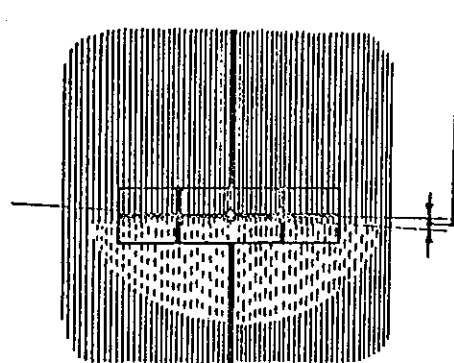

FIG. 2 Feux code
- Allumer les feux code et, l'enjoliveur inclinaison admissible de la limite enlevé, en régler l'orientation (agissant sur les vis de réglage du projecteur) de façon que la projection sur l'écran de la limite supérieure du faisceau lumineux vienne se situer sur l'axe central horizontal de l'écran ou légèrement au-dessous (voir fig. 2-p. feux asymétriques voir feuille 3). Cette opération peut être plus facile en observant le mesureur d'intensité lumineuse monté sur l'appareil lequel, indiquant l'intensité du faisceau lumineux projeté sur le point central de l'écran, fait remarquer nettement le dépassement de la limite supérieure du faisceau lumineux, de haut en bas de l'axe central horizontal de l'écran. L'on admet une légère inclinaison en bas vers l'extérieur de la voiture de la limite supérieure du faisceau lumineux. ( $2^{\circ}$  max.).